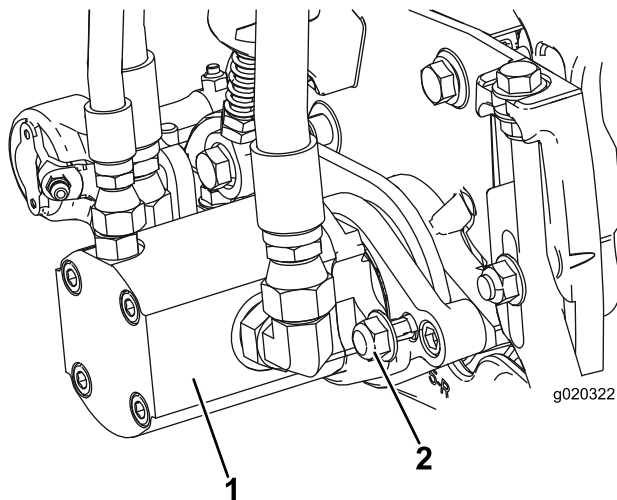

Рисунок 10
15. Установите двигатель, повернув его по часовой стрелке таким образом, чтобы фланцы двигателя не закрывали контргайки (Рисунок 10). Поворачивая двигатель против часовой стрелки совместите фланцы с гайками и затяните гайки.